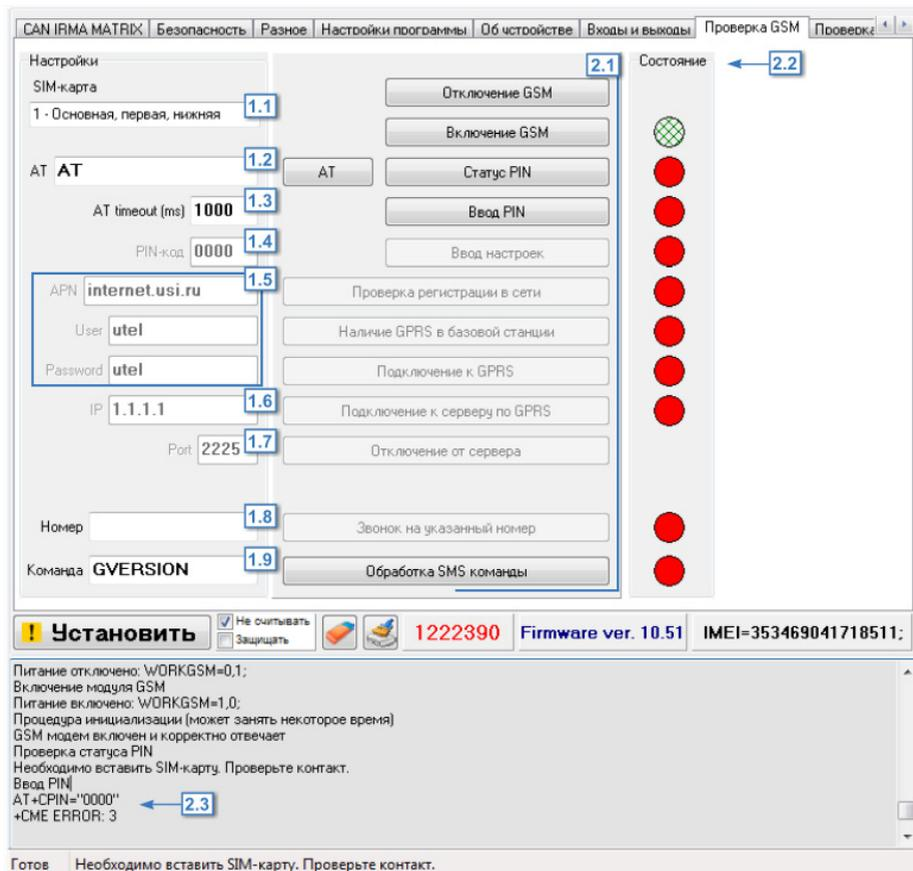

Рис.67. Вкладка Контроль. Проверка GSM.
2. Проверка GSM модема прибора. Перед началом проверки модема необходимо выбрать SIM-карту, с которой будет проверяться модем (Рис.67, п. 1.1).
Для проверки модема нажимайте кнопки с командами (Рис.67, п. 2.1) в порядке их расположения. Обработка каждой команды занимает некоторое время. Состояние обработки команды можно отслеживать при помощи индикаторов состояния (Рис.67, п. 2.2) и в строке состояния (Рис.67, п. 2.3).
14. Выполните звонок на указанный в поле 1.8 (Рис.67) номер (кнопка Звонок на указанный номер). При голосовом вызове светодиод «GSM» горит постоянно.
15. Проверьте работу модема с SMS командами. Введите команду в поле 1.9 (Рис.67) и нажмите кнопку «Обработка SMS команд».